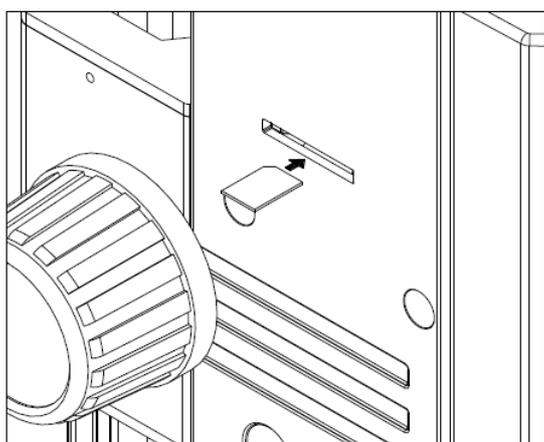

Fig. 18
2. Tasto Camera ②: quando la telecamera è in funzione premere una volta per acquisire un'immagine.
3. Tasto Video ③: quando la telecamera è in funzione premere una volta per avviare la registrazione e premere nuovamente per arrestarla.
4. Connettore cavo HDMI ④: collegare il cavo HDMI per proiettare l'immagine ad alta definizione.
5. Connettore cavo USB ⑤: collegare il cavo USB ad altri dispositivi quali mouse o dischi USB.
6. Connettore cavo MINI ⑥: collegare il cavo MINI per esportare le immagini su USB.
7. SD card: come mostrato in figura posizionare l'intaglio verso sinistra ed inserire la card. (Fig. 18)